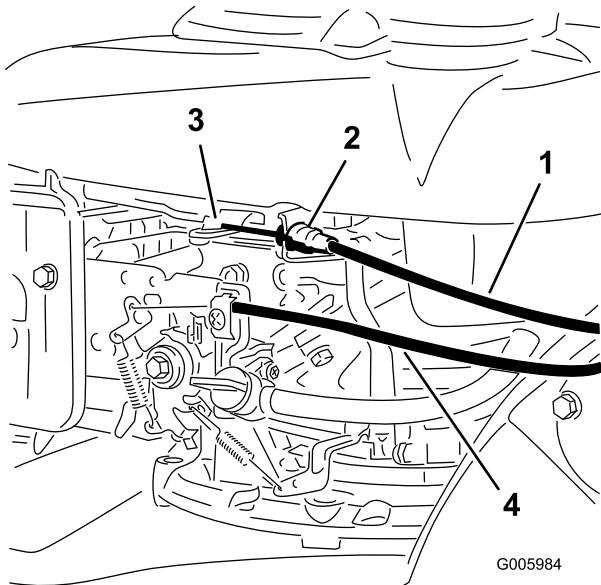
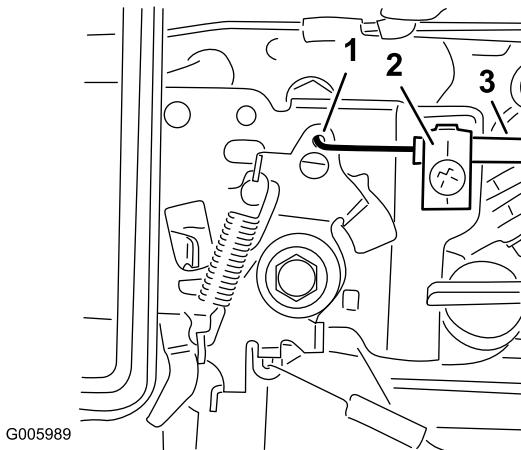

Figure 6
Figure 8
3. Faites passer le câble de frein de lame à l'extérieur du guidon et en attacher l'extrémité (Figure 6).
6. Faites passer le câble d'accélérateur à l'extérieur du guidon, insérez la gaine du câble dans le serre-câble et attachez l'extrémité du câble à la manette d'accélérateur sur le moteur (Figure 6 et Figure 8).